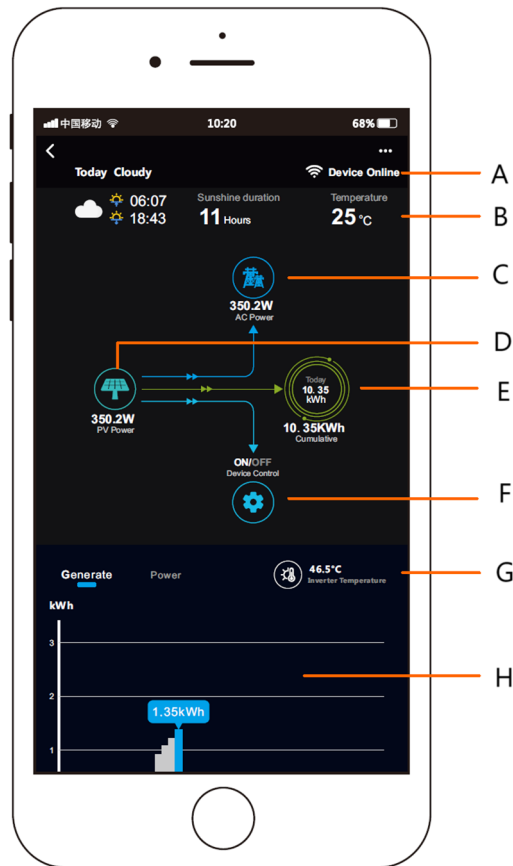

**Figura 3 Figura 4**
- 3) Quando a Figura 3 aparecer, insira a senha do Wi-Fi atualmente conectado ao celular e clique em Avançar.